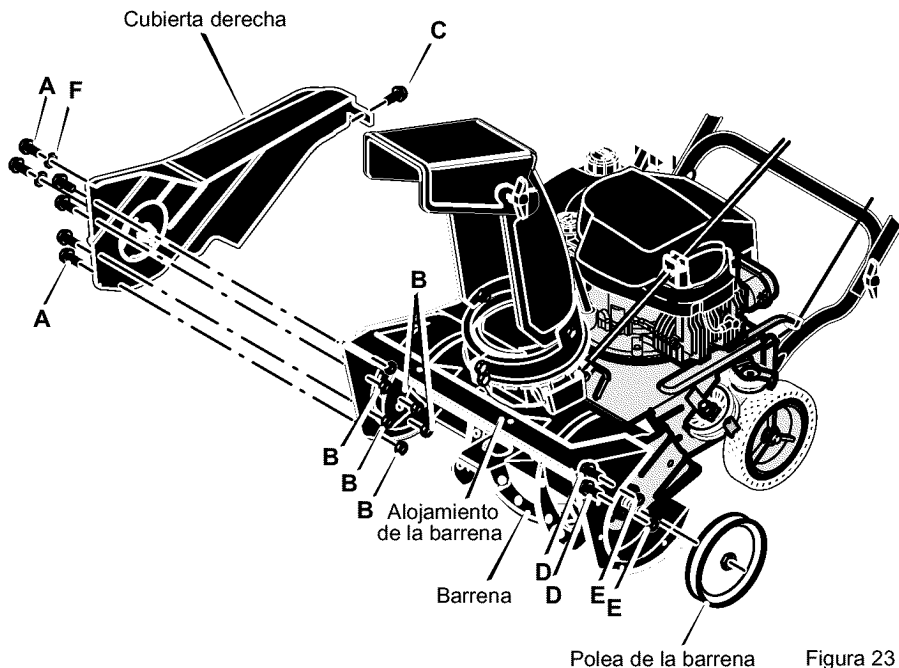

Figura 23
5. Quite los pernos **A**, lavador **F**, y las tuercas **B** de la parte del frente de la cubierta derecha (vea la Figura 23).